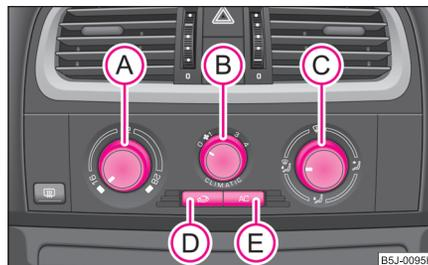

Abb. 95 Climatic: Bedienungselemente
Die Klimaanlage arbeitet, wenn der Schalter  ⇒ Seite 82, Abb. 95  gedrückt ist und folgende Bedingungen erfüllt sind:
- Drehen Sie den Drehregler  ⇒ Abb. 95 nach rechts, um die Temperatur zu erhöhen.
- Drehregler  ⇒ Seite 82, Abb. 95 auf der von Ihnen üblicherweise gewählten Temperatur (wir empfehlen 22 °C) lassen
- Drücken Sie den Schalter  ⇒ Seite 82, Abb. 95, das Schalter-Symbol  leuchtet auf.
Wenn der Luftverteilungsregler **C** in die Position  ⇒ Seite 82, Abb. 95 steht, wird der Umluftbetrieb automatisch ausgeschaltet. Durch wiederholtes Drücken der Drucktaste  können Sie auch in dieser Stellung den Umluftbetrieb wieder einschalten.
Die Luftzufuhr für die einzelnen Düsen stellen Sie mit dem Luftverteilungsregler **C** ein ⇒ Seite 82, Abb. 95. Die Luftaustrittsdüsen **3** und **4** können einzeln geschlossen und geöffnet werden:
Aus den geöffneten Luftaustrittsdüsen strömt je nach Stellung des Drehreglers **A** ⇒ Seite 82, Abb. 95 und nach Klimabedingungen erwärmte, nicht erwärmte bzw. gekühlte Luft. ■